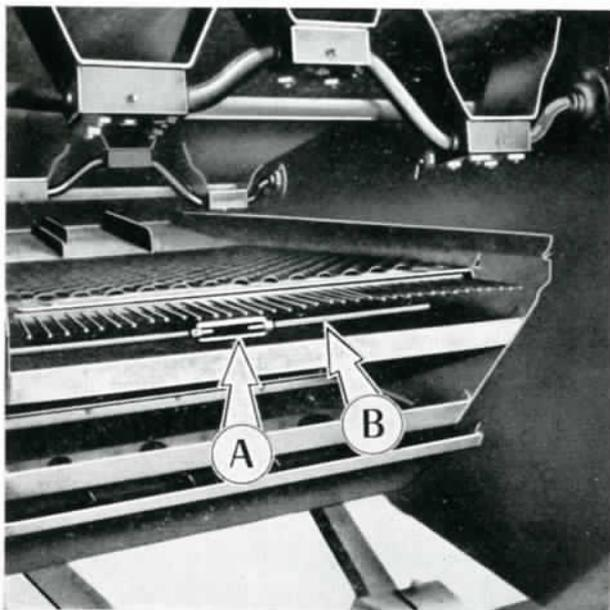

FIG. 12
- (c) Desserrer le tendeur (fig. 12) sur le tirant placé entre les deux grilles.
- (c) Desserrer le tendeur placé sur le tirant (fig. 12).